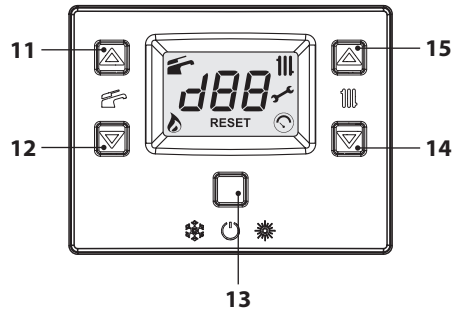
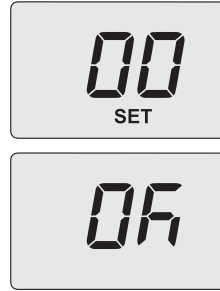

Figura 8.2
Figura 8.5
- Entre en la "modalidad de programación" pulsando simultáneamente durante 10 segundos los botones 13 - 14 - 15 (Figura 8.2) hasta que aparezcan en el display LCD las letras **Pr** alternadas con el número del parámetro **01**, indicando que se ha entrado en el "parámetro 01" (Figura 8.3).
El display muestra el mensaje "**SET**" (Figura 8.5).
- Pulsando el botón 13 (Figura 8.2) se confirma el valor introducido. El display muestra durante 3 seg. el mensaje "**Ok**" (Figura 8.5), y luego aparece la lista de los parámetros.
- Para salir, pulse el botón 13 (Figura 8.2) y desconecte la alimentación eléctrica.